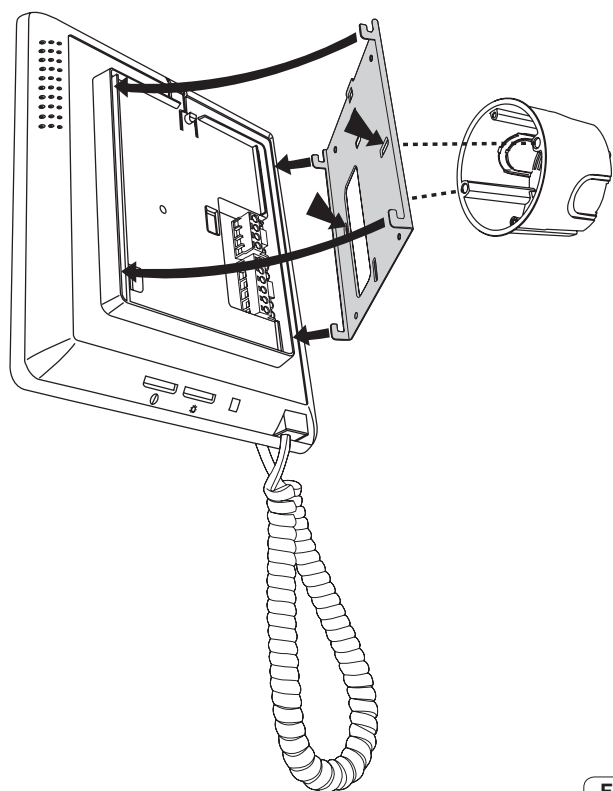

Fig. 5
- Fissare la piastra di aggancio del videocitofono (Fig. 5): direttamente alla parete mediante due tasselli oppure ad una scatola da incasso rettangolare unificata a tre moduli (tipo Vimar V71303) installata verticalmente oppure ad una scatola da incasso rotonda (da 60 o 70 mm). In dotazione vengono forniti: 2 tasselli da utilizzare nel caso di fissaggio direttamente a parete e due viti da utilizzare nel caso di fissaggio su scatola rotonda.